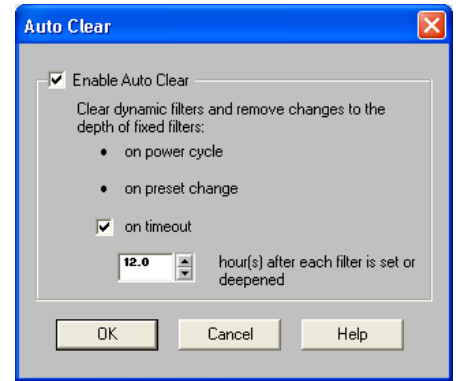

FIGURE 7-15 : Boîte de dialogue « Auto Clear »
Par défaut, le réducteur numérique de Larsen enregistre l'état de ses filtres lors d'un changement de pré-réglage ou d'une mise sous tension. Toutefois, il peut être configuré de manière à retirer automatiquement les filtres dynamiques, ainsi que les changements apportés à la profondeur des filtres fixes, en fonction des paramètres spécifiés par l'utilisateur dans la boîte de dialogue « Auto Clear », illustrée ci-dessous à la figure 7-15. Il est possible d'accéder à cette boîte de dialogue en cliquant sur le bouton [AUTO CLEAR] dans la fenêtre du réducteur numérique de Larsen.
4. La boîte de dialogue « Auto Clear » s'ouvre, comme illustré à la figure 7-15.